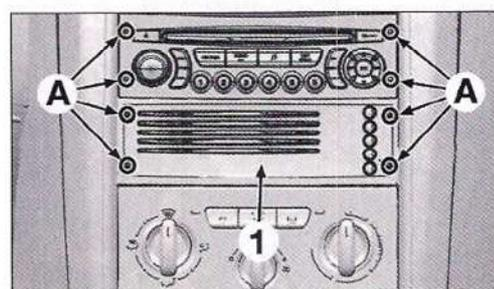

FIG. 4
- Con un juego de tiradores, desmontar la radio (Fig.4).